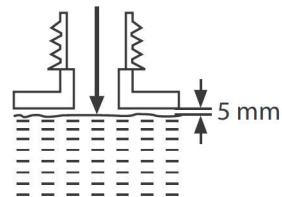

Fig. 16
- > Pouse o produto numa superfície adequada, com a tampa do depósito do óleo da corrente (28) voltada para cima.
- > Desaperte e retire a tampa (28) e adicione o lubrificante no depósito. Use óleo para correntes de motosserra.
- > Use um funil adequado com filtro para impedir que entrem resíduos no depósito e para evitar derrames ou o enchimento excessivo do depósito. Não encha demasiado e deixe um espaço de cerca de 5 mm até ao topo do depósito, para deixar que o lubrificante se expanda (Fig. 16).